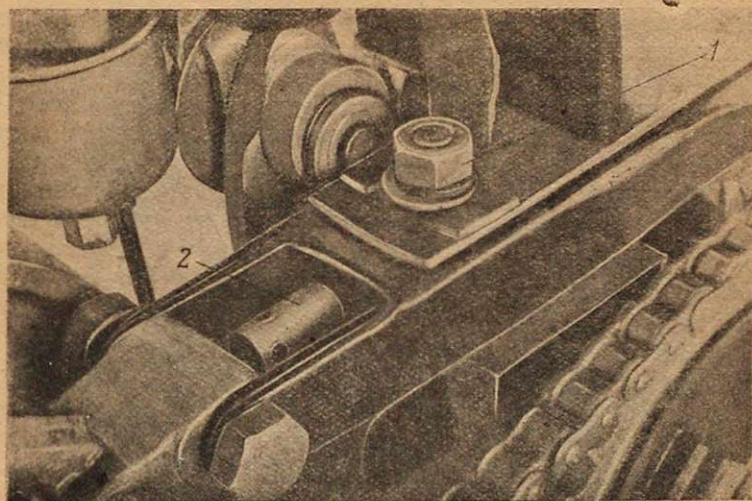

Рис. 17.
(рис. 17). Для этого надо отвернуть гайки (1) крепления коробки передач к раме. Затем при помощи воротка завернуть или отвернуть натяжную фасонную гайку (2), в зависимости от того, куда необходимо подать коробку передач. После того как установлено нормальное натяжение передней цепи, следует крепко затянуть гайки (1).